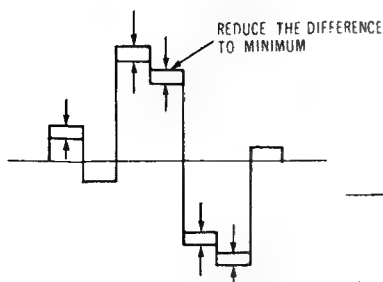

Figure 22 Abb. 22
10. T608 so einstellen, dass die Abweichung der zwei Wellenformen Min. ist. (Vgl. Abb. 22)